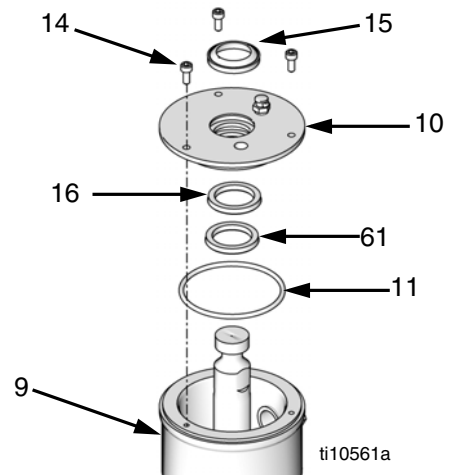

FIG. 5
5. En las bombas de desplazamiento con copas húmedas cerradas (9), use una llave hexagonal M4 para retirar los tres tornillos (14) de la cubierta de la copa (10) y retire la cubierta. Vacíe y limpie la copa húmeda (9). Consulte FIG. 5.
6. En las bombas de desplazamiento con copas húmedas cerradas (9), use un extractor de juntas tóricas para retirar la junta tórica (11) y un destornillador de cabeza plana para retirar el anillo elástico (61), rascador (15) y junta (16).